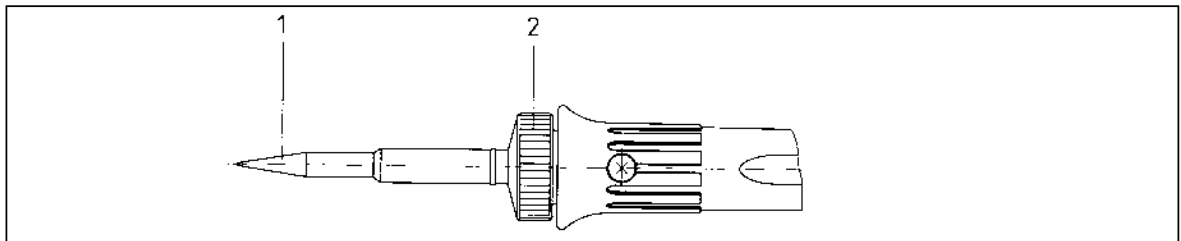

Abbildung 6
- Lösen der Lötspitze (Pos. 1/Abb. 6) durch Linksdrehen an der Rändelmutter (Pos. 2/Abb. 6)